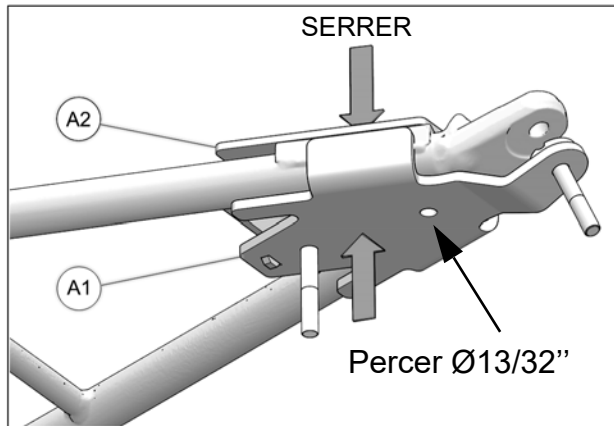

Fig. 16
7. Serrer temporairement les parties supérieure et inférieure de l'ancrage. En utilisant le trou libre de la partie inférieure comme gabarit, percer, par le dessous, un trou additionnel de $\text{Ø}13/32''$ dans la plaque de renfort du bras de suspension. Fig. 16